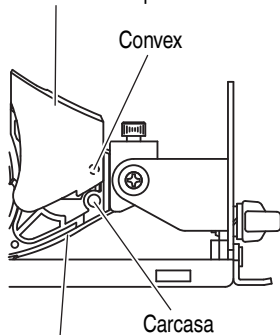

Fig. 18 &lt;Vista lateral&gt;
- (1) Extraiga la parte convexa de la cubierta de la lámpara de la parte cóncava de la carcasa, y después tire de la cubierta de la lámpara en el sentido indicado por la flecha, como se muestra en la Fig. 18.